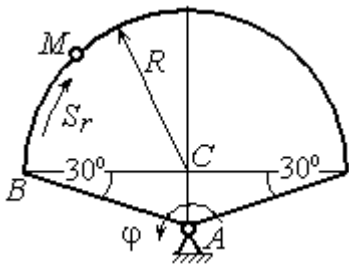

Рис. 3.7. Схема сложного движения точки
**Задача 39.** Фигура, состоящая из половины диска и построенного на его диаметре равнобедренного треугольника (рис. 3.7), вращается вокруг оси, перпендикулярной плоскости фигуры и проходящей через вершину  $A$  треугольника, по закону  $\varphi_e = 5t - 2t^2$  рад. Положительное направление вращения отмечено на схеме дуговой стрелкой  $\varphi$ .
$B\ddot{M} = S_r = 9\pi t^2$ , см.. Положительное направление отсчёта дуги  $BM$  показано дуговой стрелкой  $S_r$  (см. рис. 3.7). Радиус диска  $R = 9$  см. Найти абсолютную скорость и абсолютное ускорение точки  $M$  в момент времени  $t_1 = 1$  с.